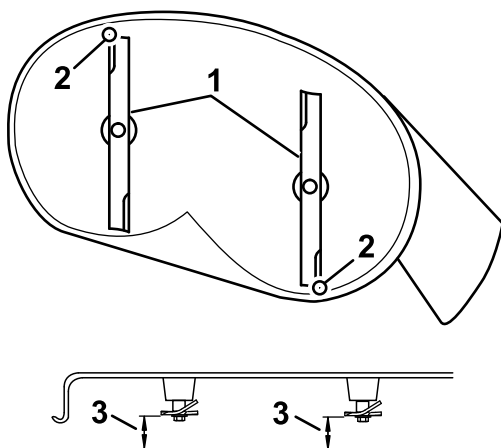

Figure 59
4. Faites pivoter les lames avec précaution pour faire passer les pointes avant à l'arrière (Figure 59).
5. Mesurez la distance entre la pointe de la lame avant et la pointe de la lame arrière par rapport à la surface plane (Figure 59).